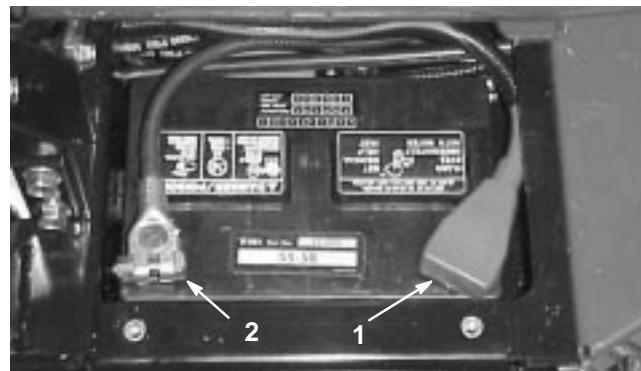

Bild 2
7. Klemmen Sie das Pluskabel (Rot) am Pluspol (+) der Batterie und das Minuskabel (Schwarz) am Minuspol (–) der Batterie an, wobei Sie die Kopfschrauben und Muttern verwenden (Bild 2). Stellen Sie sicher, dass die Plusklemme (+) vollständig auf den Pluspol aufgezogen und das Kabel fest an die Batterie angeklemmt ist. Das Kabel darf die Batterieabdeckung nicht berühren. Ziehen Sie die Gummischuh über den Pluspol, um Kurzschlüsse vorzubeugen.